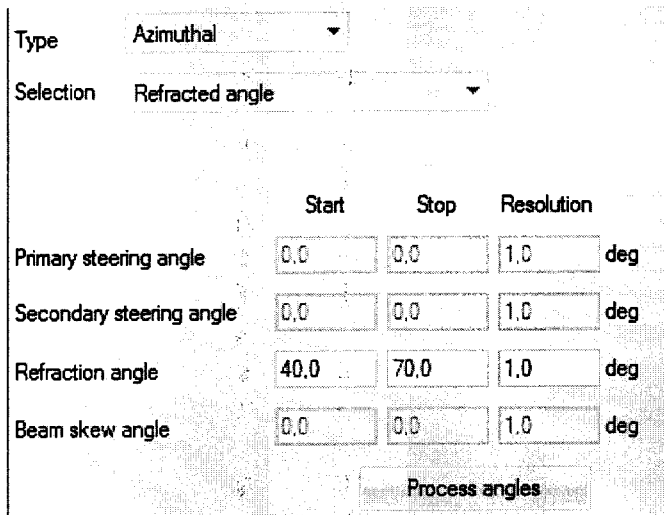

Рисунок 6 - Раздел «Beam angle» панели «Advanced PA Calculator»
- в разделе «Beam angle» (Угол луча) установить рабочие углы качания УЗ луча для выбранной ФР и призмы. Например, для ФР AXL-2,25 MHz Zetec на 32 элемента совместно с призмой AXL-55SW Zetec в строке «Type» выбрать «Azimuthal», в строке «Selection» выбрать «Refracted angle», в строке «Refraction angle» в поле «Start» ввести 40 градусов, в поле «Stop» - 70 градусов, в поле «Resolution» - 1 градус (рисунок 6). Нажать кнопку «Process angles»;